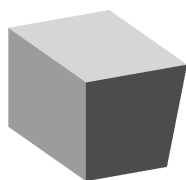
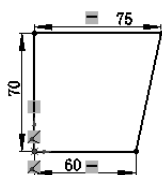

图 5.24.2 凸台-拉伸 1
图 5.24.3 横断面草图
Step2. 创建如图 5.24.2 所示的零件基础特征——凸台-拉伸 1。
(1) 选择命令。选择下拉菜单 **插入(I)** → **凸台/基体(B)** → **拉伸(E)...** 命令。
(2) 定义特征的横断面草图。选取前视基准面作为草图基准面；在草图绘制环境中绘制如图 5.24.3 所示的横断面草图；选择下拉菜单 **插入(I)** → **退出草图** 命令，系统弹出“凸台-拉伸”对话框。